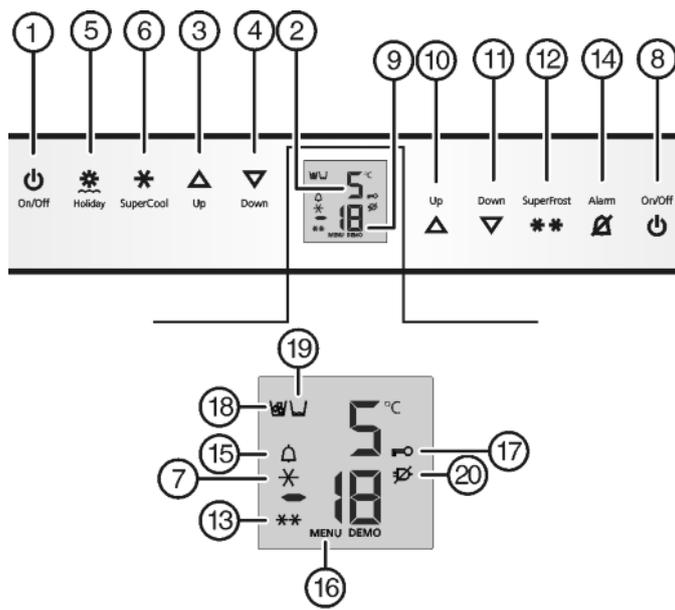

Fig. 2
- ▶ Нажмите кнопку On/Off морозильного отделения Fig. 2 (8).
- ▶ Нажмите кнопку On/Off холодильного отделения Fig. 2 (1).
- (9) Кнопка настройки «Up» морозильного отделения
- (10) Кнопка «SuperFrost»
- (11) Символ «SuperFrost»
- (12) Кнопка «Alarm»
- (13) Символ «Alarm»
- (14) Символ «Меню»
- (15) Символ «Защита от детей»
- (16) Символ «IceMaker»\*
- (17) Символ «Бак для воды»\*
- (18) Символ «Отключение питания»
- ▷ Холодильное отделение и отделение BioFresh включены: Индикатор температуры холодильного отделения *Fig. 2 (2)* светится. При открытии двери холодильного отделения включается внутреннее освещение.
- ▶ Активация режима настройки: удерживайте кнопку SuperFrost *Fig. 2 (12)* прикл. 5 секунд.
- ▷ Символ меню *Fig. 2 (16)* горит.
- ▶ Коротко нажмите кнопку SuperFrost *Fig. 2 (12)* для подтверждения.
- ▶ Для включения защиты от детей коротко нажмите клавишу SuperFrost *Fig. 2 (12)*.
- ▷ Символ "Защита от детей" *Fig. 2 (17)* горит. На индикации мигает **c**.
- ▶ Для выключения защиты от детей коротко нажмите клавишу SuperFrost *Fig. 2 (12)*.
- ▷ Символ защиты от детей *Fig. 2 (17)* гаснет. На индикации мигает **c**.
- ▶ Выход из режима настройки: нажмите кнопку On/Off морозильного отделения *Fig. 2 (8)*.
- ▶ Нажмите кнопку Alarm *Fig. 2 (14)*.
Одновременно мигает индикация температуры и символ тревоги *Fig. 2 (15)*.
Звуковой сигнал выключается автоматически, символ аварийного сигнала *Fig. 2 (15)* выключается и индикатор температуры перестает мигать, если температура снова становится достаточно низкой.
- ▶ Установка более высокой температуры: нажмите кнопку настройки вверх холодильного отделения Fig. 2 (3).
- ▶ Установка более низкой температуры: нажмите кнопку настройки вниз холодильного отделения Fig. 2 (4).
- ▶ Коротко нажмите кнопку SuperCool Fig. 2 (6).
- ▷ На индикации горит символ SuperCool Fig. 2 (7).